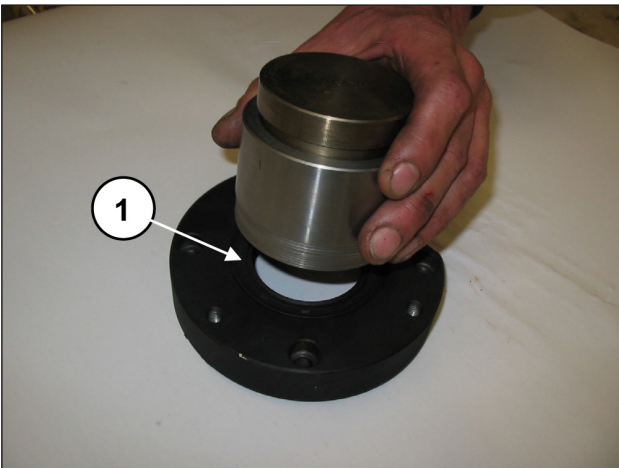

Abb. 63
Setzen Sie den radialen Dichtring in den Zapfwellen-Lagerdeckel ein. Verwenden Sie hierfür das Werkzeug Art. 27539500 (Pos. ①, Abb. 63).